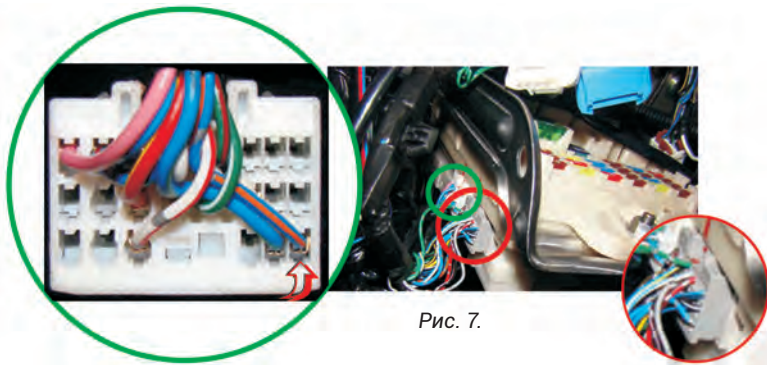

Рис. 7.
1. Найдите зеленый провод на разъеме в нижней части левого торца монтажного блока (см. рисунок 7).